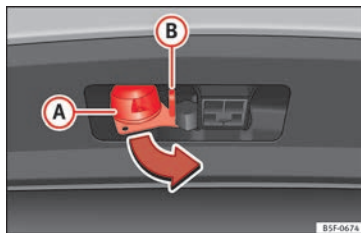

Abb. 237 13-polige Steckverbindung drehen
- Halten Sie die 13-polige Steckverbindung im Bereich (A) und ziehen Sie sie in Pfeilrichtung heraus » Abb. 237.
- Halten Sie die 13-polige Steckverbindung im Bereich (A) und stecken Sie sie entgegen der Pfeilrichtung ein » Abb. 237.
Die Sicherheitsöse (B) » Abb. 237 dient dem Einhängen des Halteseils des Anhängers.